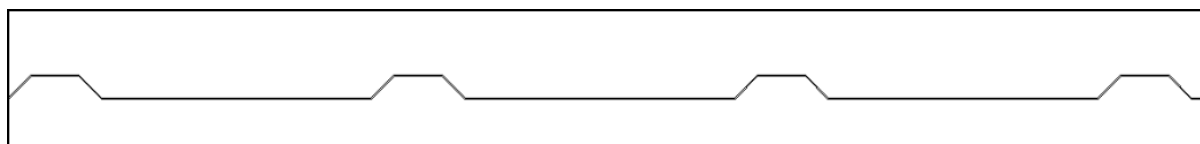

FIGURE 43
- L'installation des produits Galaxy convient aux toits métalliques dont l'espacement entre les nervures d'onde n'est pas supérieur à 450 mm (figure 43). Si les produits Galaxy doivent être installés sur des toits dont l'espacement entre les nervures est supérieur à 450 mm, un essai de charge doit être effectué au préalable et seulement lorsque les exigences sont satisfaites